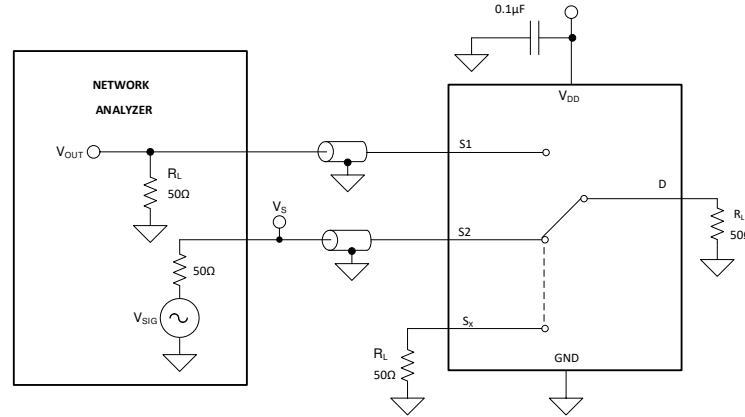

图 7-9. 通道间串扰测量设置
串扰定义为另一通道的漏极引脚 (D) 处的信号与开启通道的源极引脚 (Sx) 上施加的信号之比。图 7-9 展示了用于测量串扰的设置和用于计算串扰的公式。